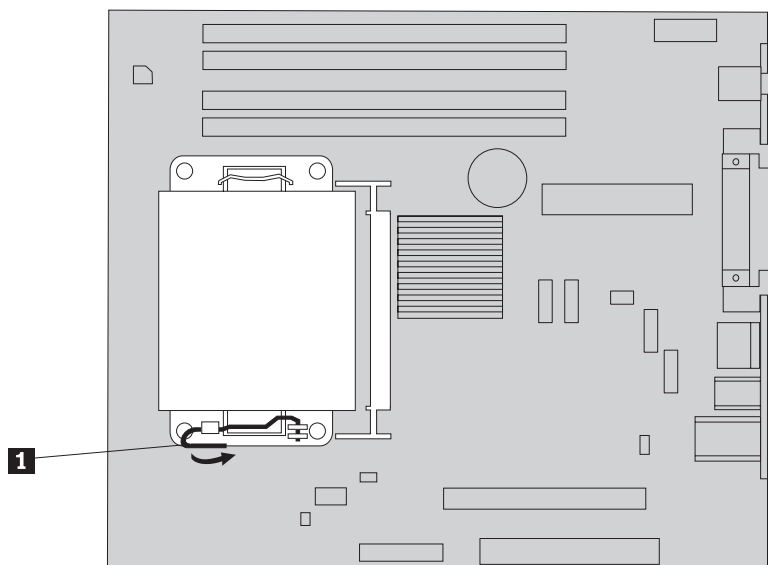

Рисунок 22. Как снять радиатор
3. Снимите радиатор с материнской платы; для этого нужно повернуть вверх до упора рычаг **1** (этот рычаг закрепляет радиатор). Осторожно снимите радиатор с материнской платы. Смотрите рис. 22 на стр. 28.